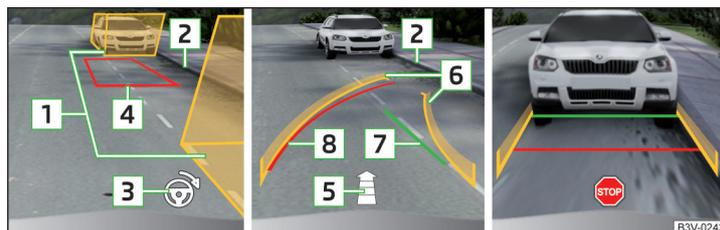

Abb. 255 Bildschirmanzeige
- Das Fahrzeug so anhalten, dass sich kein Hindernis in der Lücke zwischen den Hilfsboxen **1** » **Abb. 255** befindet und die hintere Box nicht über die seitliche Begrenzung der Parklücke (z. B. Bordstein) **2** hinausreicht.